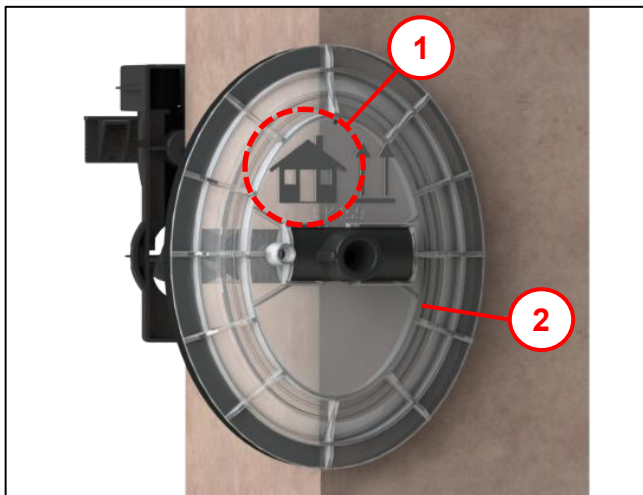

Abb. 22
- Schaumrohr mit Außenflansch mit Schaumstoffband (1) in Kernloch ansetzen und bis zum Beginn der Rastnase einstecken (Abb. 22 beachten).
Weiter bei Abb. 22